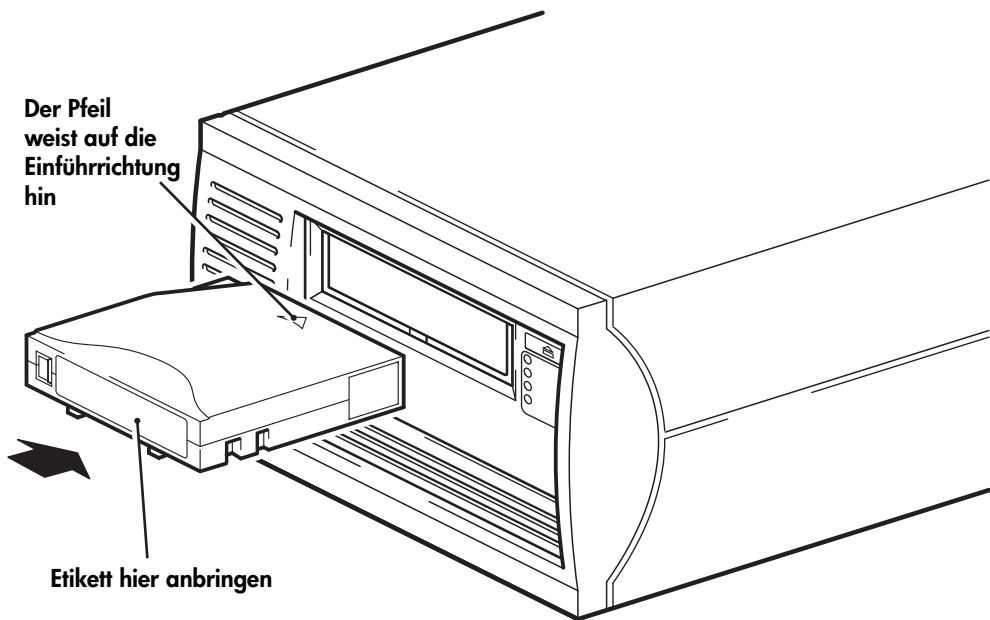

Abbildung 7a: Einlegen einer Kassette
- 1 Legen Sie die Kassette in den Einschub an der Vorderseite des Laufwerks so ein, dass der weiße Pfeil nach oben und zur Laufwerksöffnung zeigt. Drücken Sie vorsichtig auf die Rückseite der Kassette, bis die Kassette vom Laufwerk aufgenommen wird. (Siehe Abbildung 7a.)